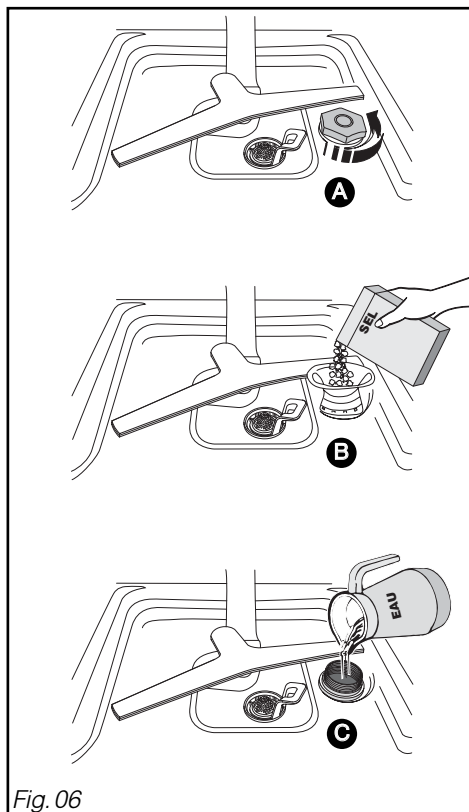

Fig. 06
• **O carregamento do sal regenerante (fig. 06)**